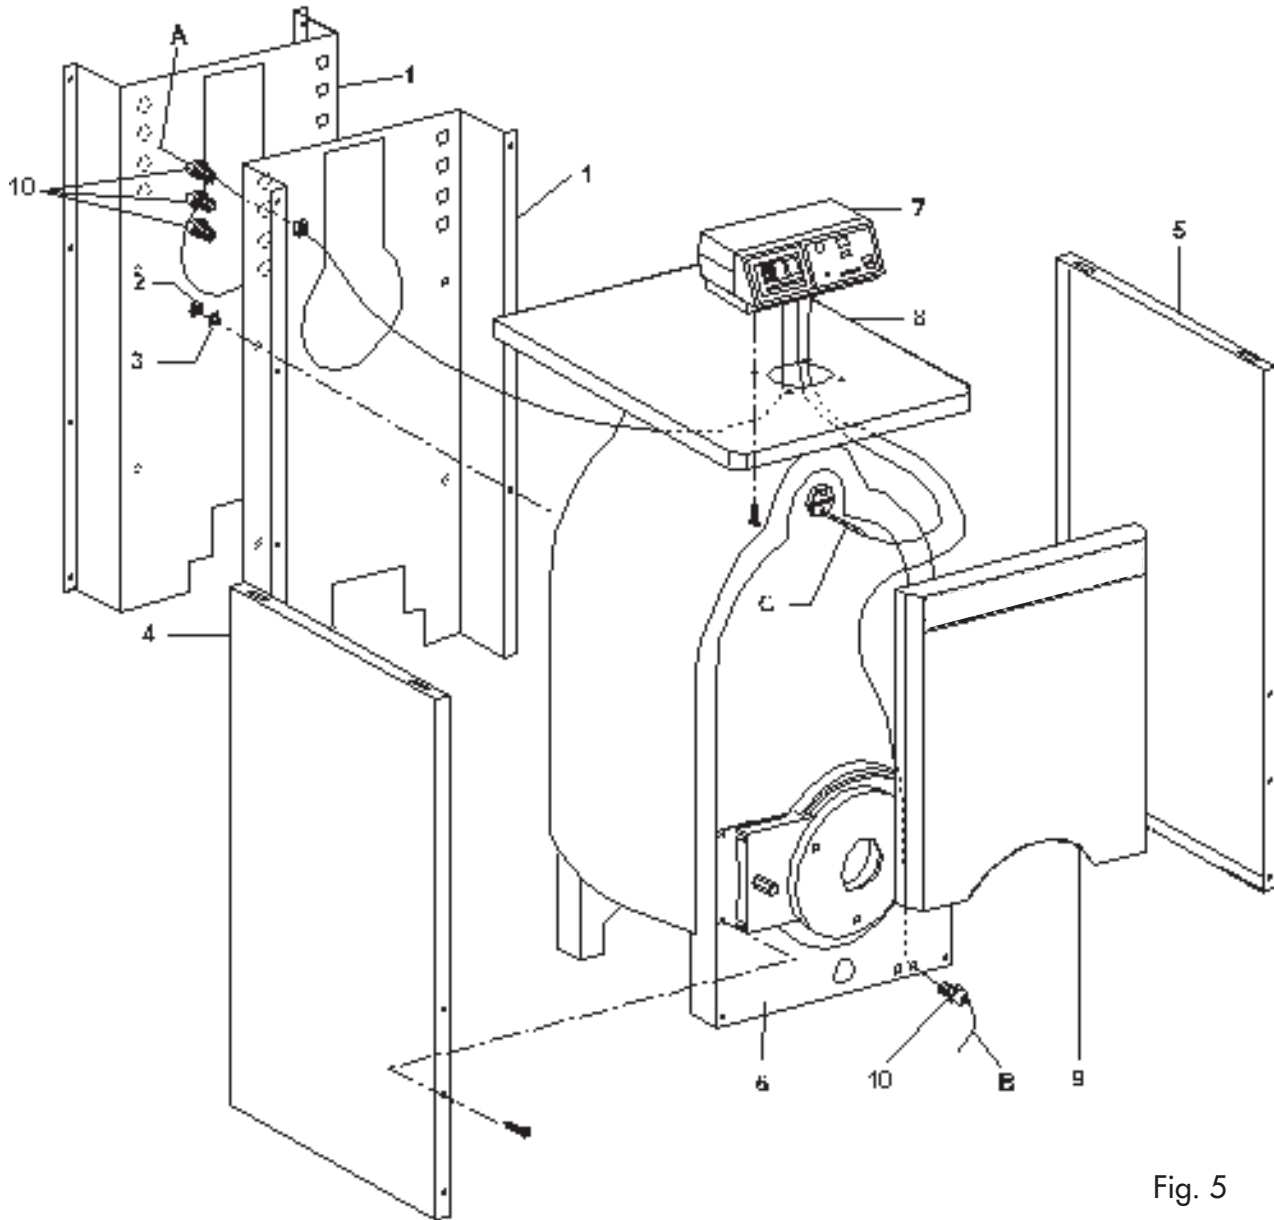

Fig. 5
- 5) Insertar las eventuales sondas C en el expreso colector (fig. 5).
- 6) Para terminar se debe montar el panel frontal 9 sobre la caldera (fig. 5).